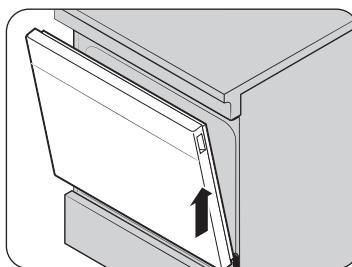

Fig. 2
- Soulevez la porte vers le haut et vers l'extérieur jusqu'à ce que le bras de charnière soit dégagé de la fente (fig. 2).